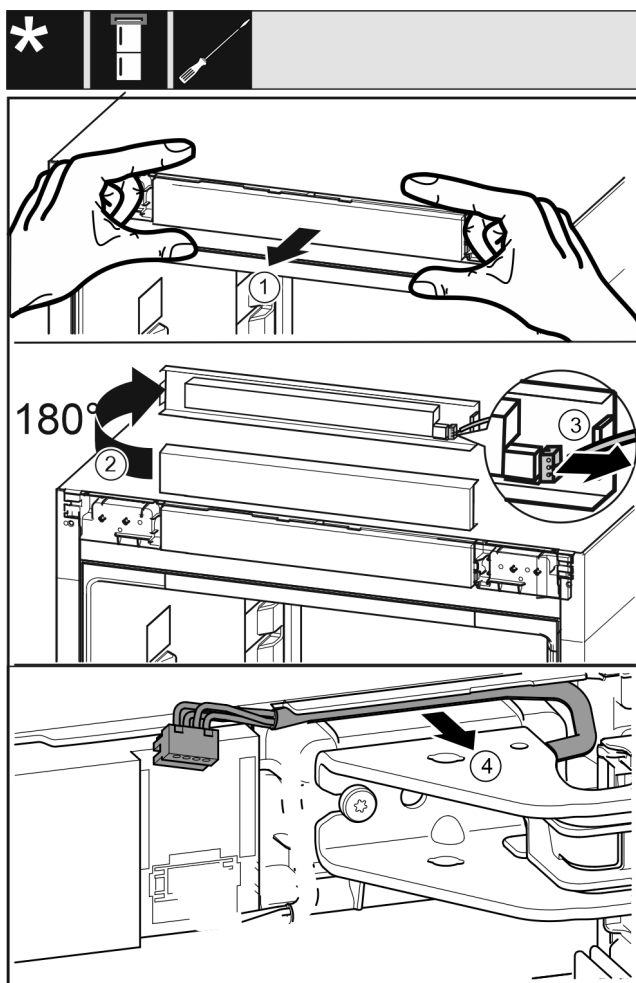

Fig. 20
- Panel Fig. 20 (1) opatrně povolte směrem dopředu.
- Panel Fig. 20 (2) otočte o 180° nahoru.
- Západku Fig. 20 (3) zatlačte dozadu a opatrně vytáhněte zástrčku.
- Kabel Fig. 20 (4) nad stojanem ložiska opatrně uvolněte z vedení.